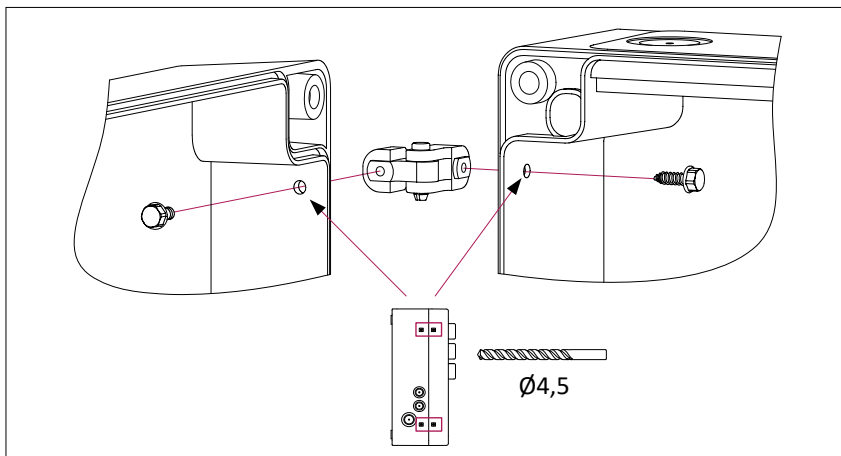

Abbildung 6
- Wählen Sie aus, in welche Richtung sich die Gehäuseabdeckung öffnen lässt, und installieren Sie sie mit den Schrauben und dem Scharnierschlüssel (**Abbildung 6**). Bohren Sie zunächst sorgfältig Löcher $\varnothing 4,5$ mm an den dafür vorgesehenen Stellen des Deckels und des Gehäusebodens. Die Abbildung zeigt die Montage der Scharniere links (Deckelöffnung nach links).